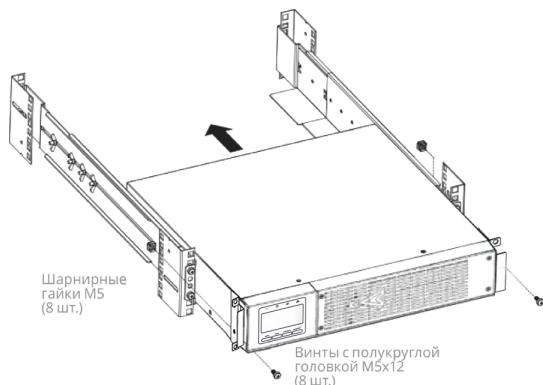

Рисунок 3.2 Крепление ИБП в стойке
3. Закрепить переднюю часть ИБП в стойке, используя один винт с круглой головкой M5x12 и одну гайку M5 с клипсой с каждой стороны (см. Рис. 3.2).